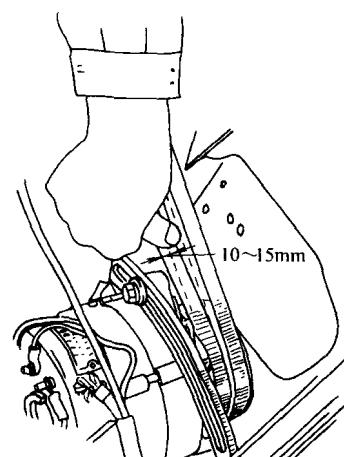

图 1—1 V 带松紧度的调整
2) 调整 V 带张紧度 如图 1—1 所示，调整风扇 V 带张紧度时，用调整螺栓将整个交流发动机向里或向外移位以调整 V 带的张紧度。调整后，应可靠地拧紧固定螺栓。